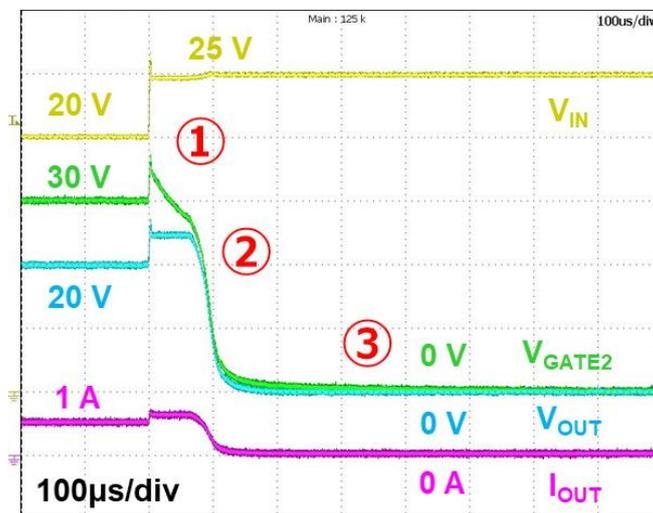

図 7.6 過電圧保護動作 (TCK421G、VGATE2)
図 7.6 は、VGATE2 端子の過電圧保護動作です。VIN を上昇させると VGATE2 および VOUT も併せて上昇します (①)。TCK421G の VIN_OVLO を超えたとき、過電圧保護機能が作動、VGATE2 および VOUT が降圧します (②)。VGATE2-VOUT が外付け MOSFET のゲートしきい値電圧 Vth を下回った時点で、VOUT と IOUT が完全にゼロとなります (③)。